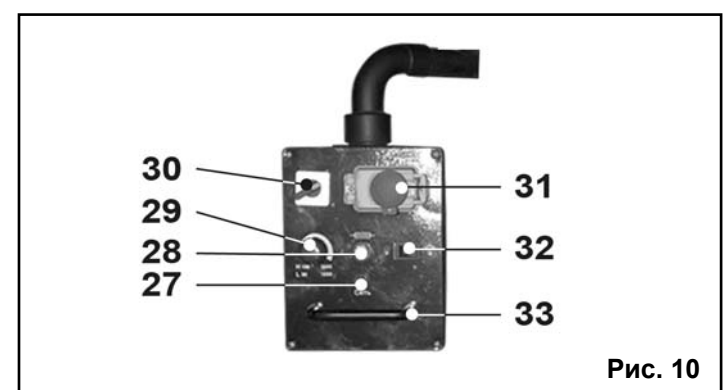
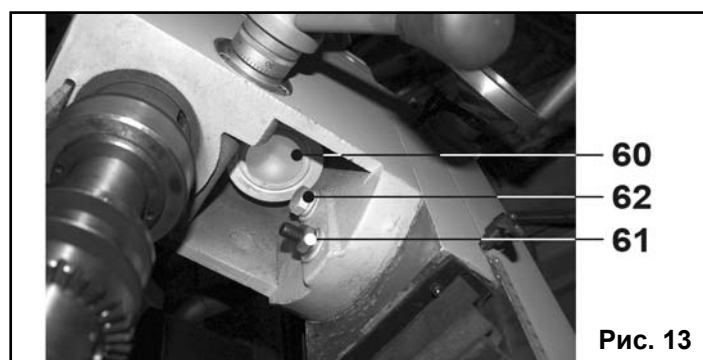

Рис. 10
Рис. 13
10.3.12. Для установки наклона шпиндельной бабки (20) относительно стойки (9) ослабьте фиксацию болта (62) и гайка (61), Рис. 13, 14. По шкале (64) и указателю (63) установите необходимый угол наклона шпиндельной бабки (20), положение зафиксируйте болтом (62) и гайкой (61), Рис.13-15.
10.3.13. Для включения светильника (60), Рис.13, переведите переключатель (32) перевести в положение ВКЛ (I), Рис.10.